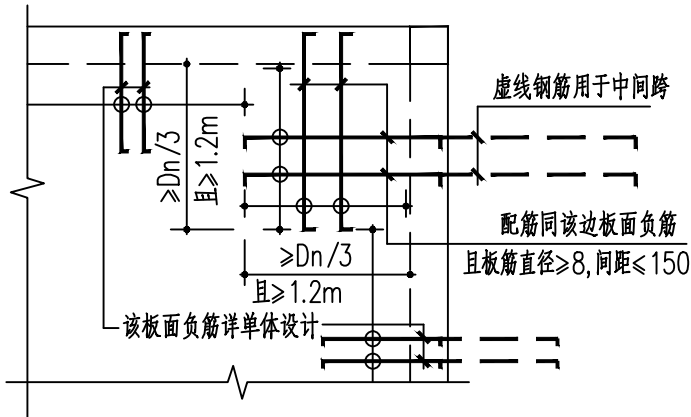

图4.1 板角板面加强筋
4.1 当板的短跨 $\geq 3.6m$ 的双向板在楼、屋面板四角均应按图4.1要求配置板角板面加强筋，图中 D_n 为板短跨的净跨度，当为多跨板时， D_n 取相邻板中较大的短跨净跨度。边跨板面支座负筋应锚入边梁内 $\geq L_a$ ，板底钢筋锚入边梁不应小于10d。